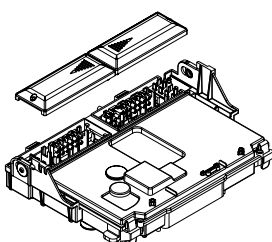

Fig. 3.4
- aprire i coperchietti morsettiere facendoli scorrere verso il centro (la freccia indica la direzione di chiusura dei coperchietti, fig. 3.4).